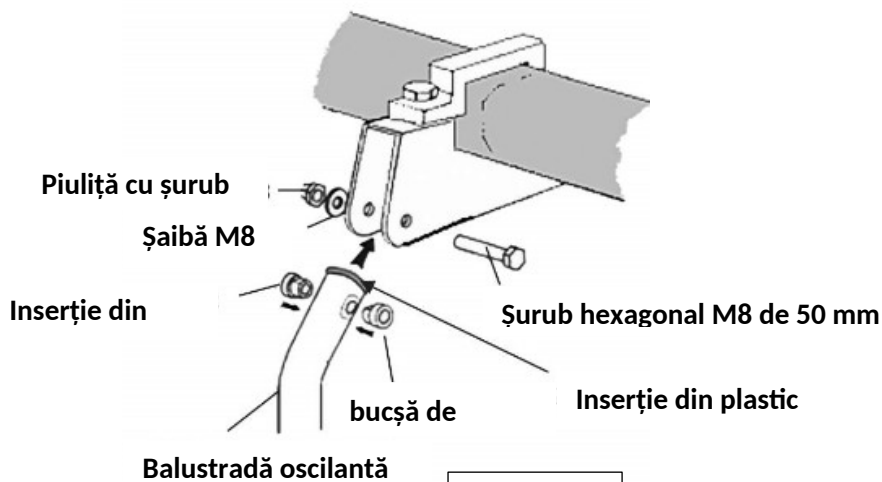

Figura 12
7. Introduceți insertiile din plastic în capătul balustradei leagănelui. Introduceți bușele de rulment în fiecare parte a tubului de prindere, așa cum se arată în figura 12. Apoi, fixați o parte a tubului de suspensie cu ajutorul șuruburilor hexagonale M8 de 50 mm, a șaibelor M8 și a piulițelor M8. Repetați acest pas pe cealaltă parte. Strângeți șuruburile, dar aveți grijă să nu le strângeți prea tare.